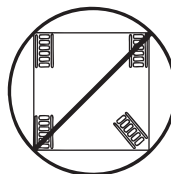

Figure 3
3. S'assurer que tous les patins sont correctement alignés pendant l'utilisation, Figure 3.